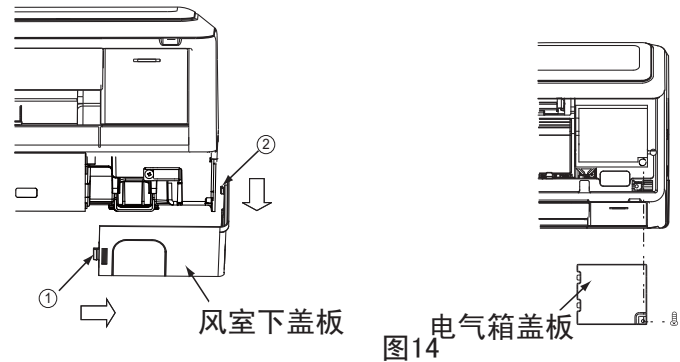
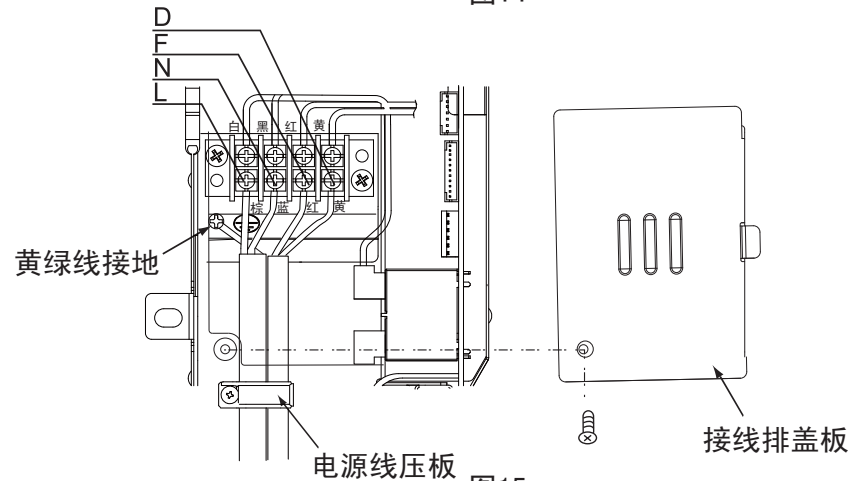

图14
图15
(1) 连接盖板拆去顺序
用手将面框右下角风室下盖板①、②处的勾子沿箭号方向拉，将风室下盖板取出。（如图14）
(2) 电线连接顺序
- 将连接电缆从风室下盖板处往内插入后，再将连接电缆如下图将头部弯折。（如图15）